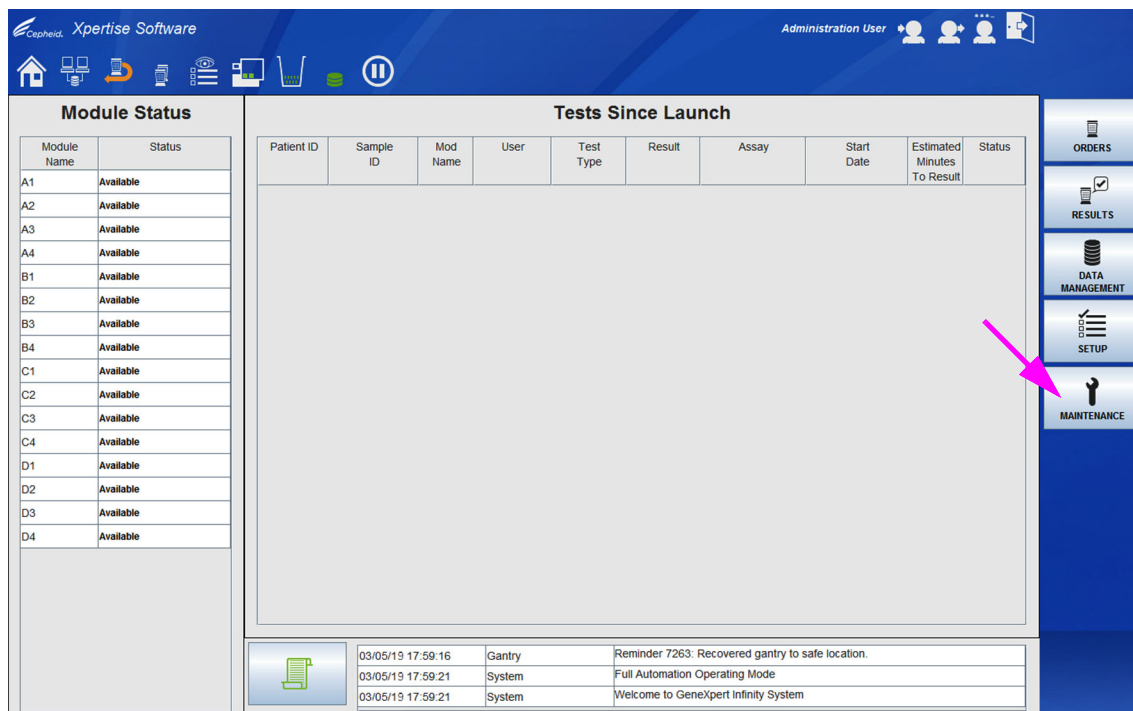
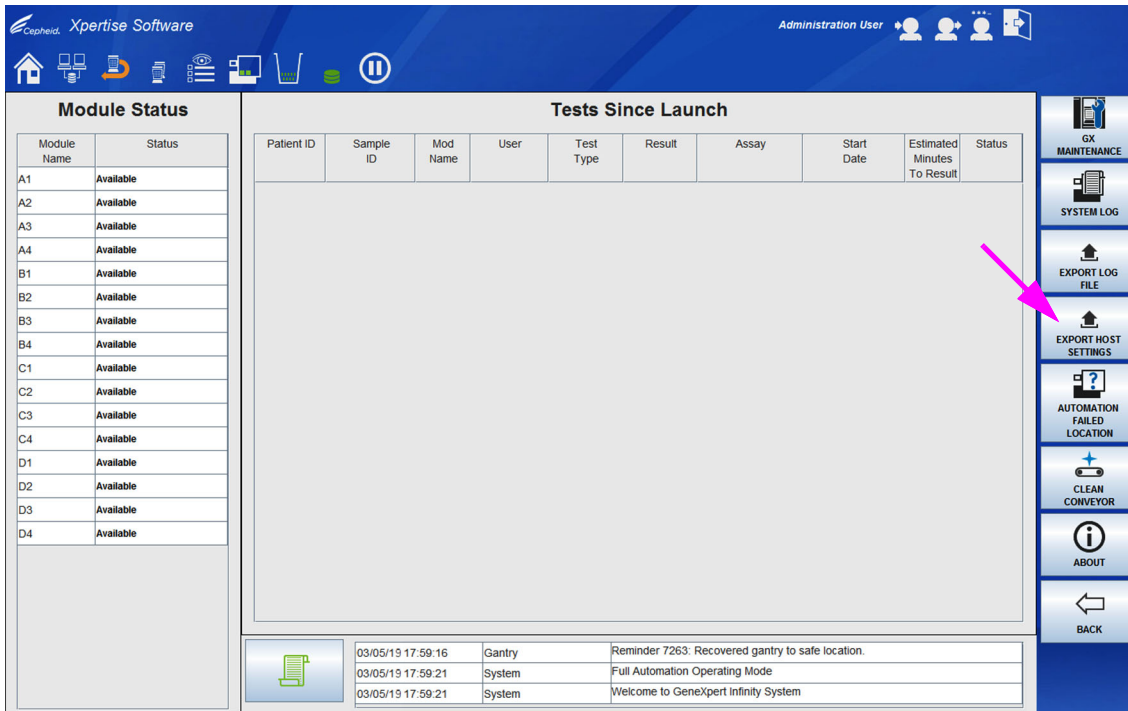
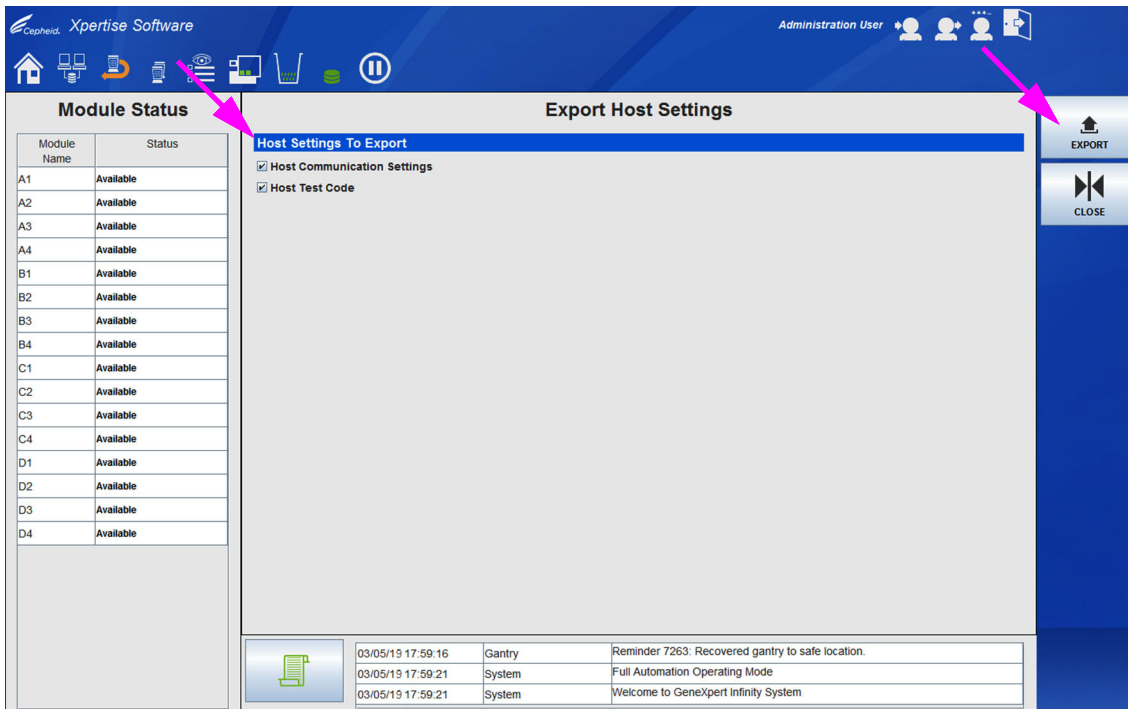
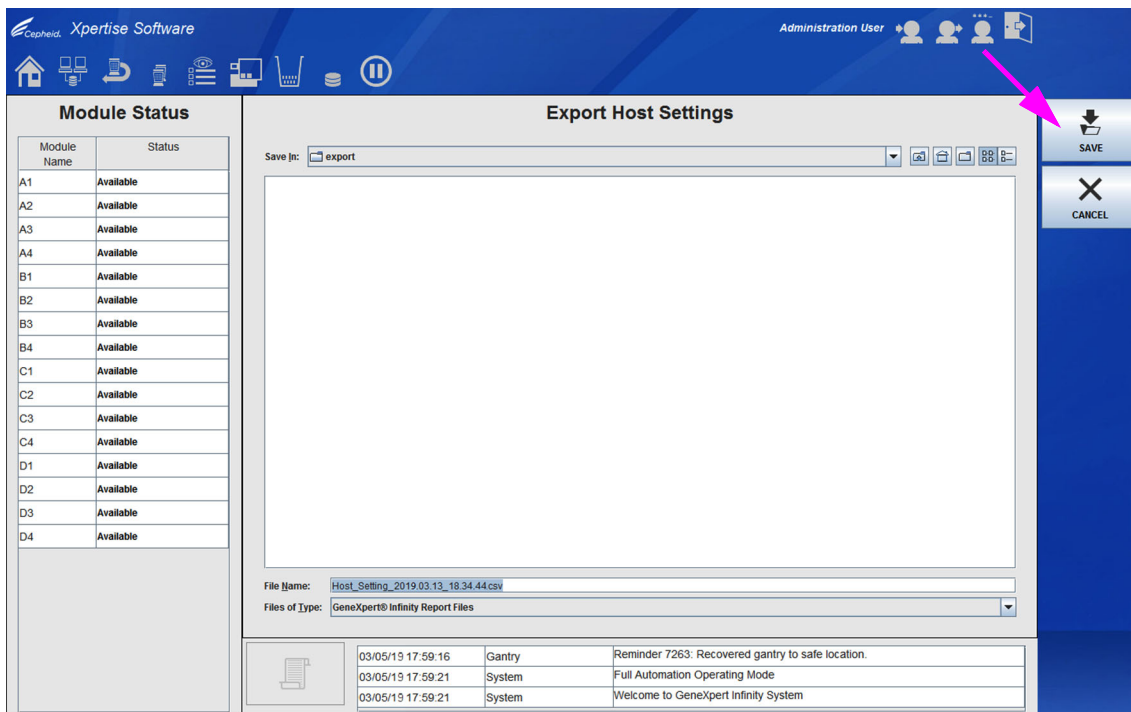

Figura 9-80. Área de trabalho inicial do software Xpertise – Início de sessão com nível de administrador
Figura 9-81. Menu Maintenance (Manutenção) – Início de sessão com nível de administrador
Figura 9-82. Área de trabalho Export Log File (Exportar ficheiro de registo)
Figura 9-83. Área de trabalho Export Host Settings (Exportar definições do anfitrião)
1. Inicie sessão no sistema como administrador. Ver Figura 9-80.
2. Na área de trabalho inicial do software Xpertise, selecione o botão **MAINTENANCE (MANUTENÇÃO)** (ver Figura 9-80). É apresentado o menu Maintenance (Manutenção). Ver Figura 9-81.
3. Selecione o botão **EXPORT HOST SETTINGS (EXPORTAR DEFINIÇÕES DO ANFITRIÃO)** (ver Figura 9-81). A área de trabalho Export Host Settings (Exportar definições do anfitrião) é apresentada. Ver Figura 9-82.
5. Selecione o botão **EXPORT (EXPORTAR)** (ver Figura 9-82). Será apresentada uma área de trabalho Export Host Settings (Exportar definições do anfitrião) para selecionar o local do ficheiro de definições do anfitrião. Ver Figura 9-83. O local predefinido do ficheiro de definições do anfitrião será a pasta export (exportar). Após o ficheiro de definições do anfitrião ter sido guardado, a área de trabalho Export Host Settings (Exportar definições do anfitrião) será apresentada. Ver Figura 9-82.
6. Selecione o botão **CLOSE (FECHAR)**. Ver Figura 9-82.